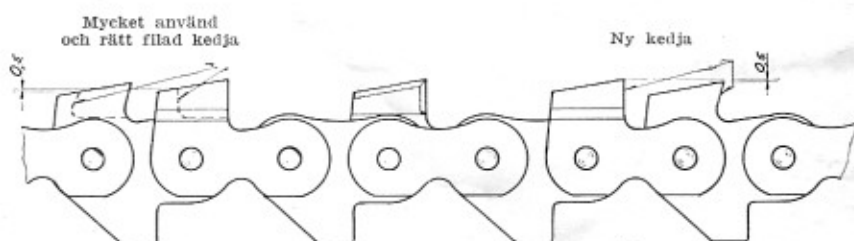

Bild 28
6. Är någon tand för hög måste den justeras genom filning på tandryggen. Bild 28.